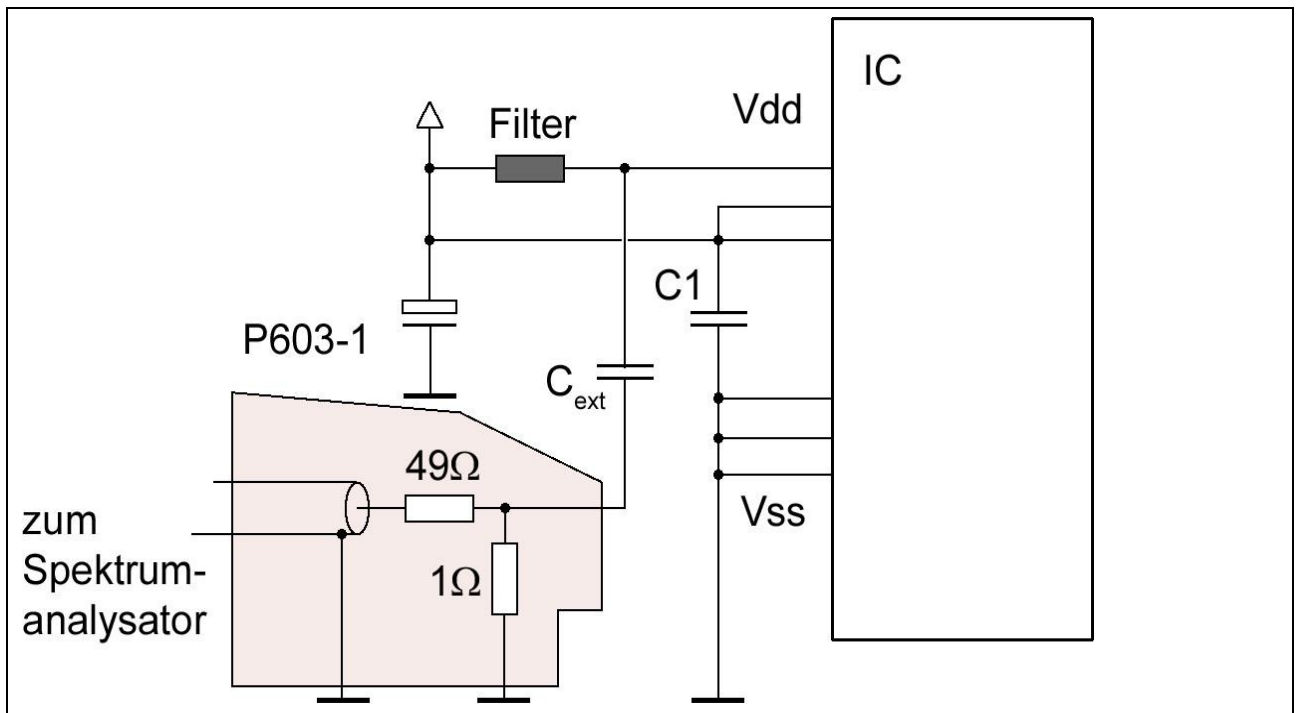

Bild 7: Probe P603-1, Strommessung an einem Vdd Pin mittels DC-Entkopplung
3. Strommessung (P603-1) an einem Vdd Pin (mit externer Kapazität), **Bild 7**